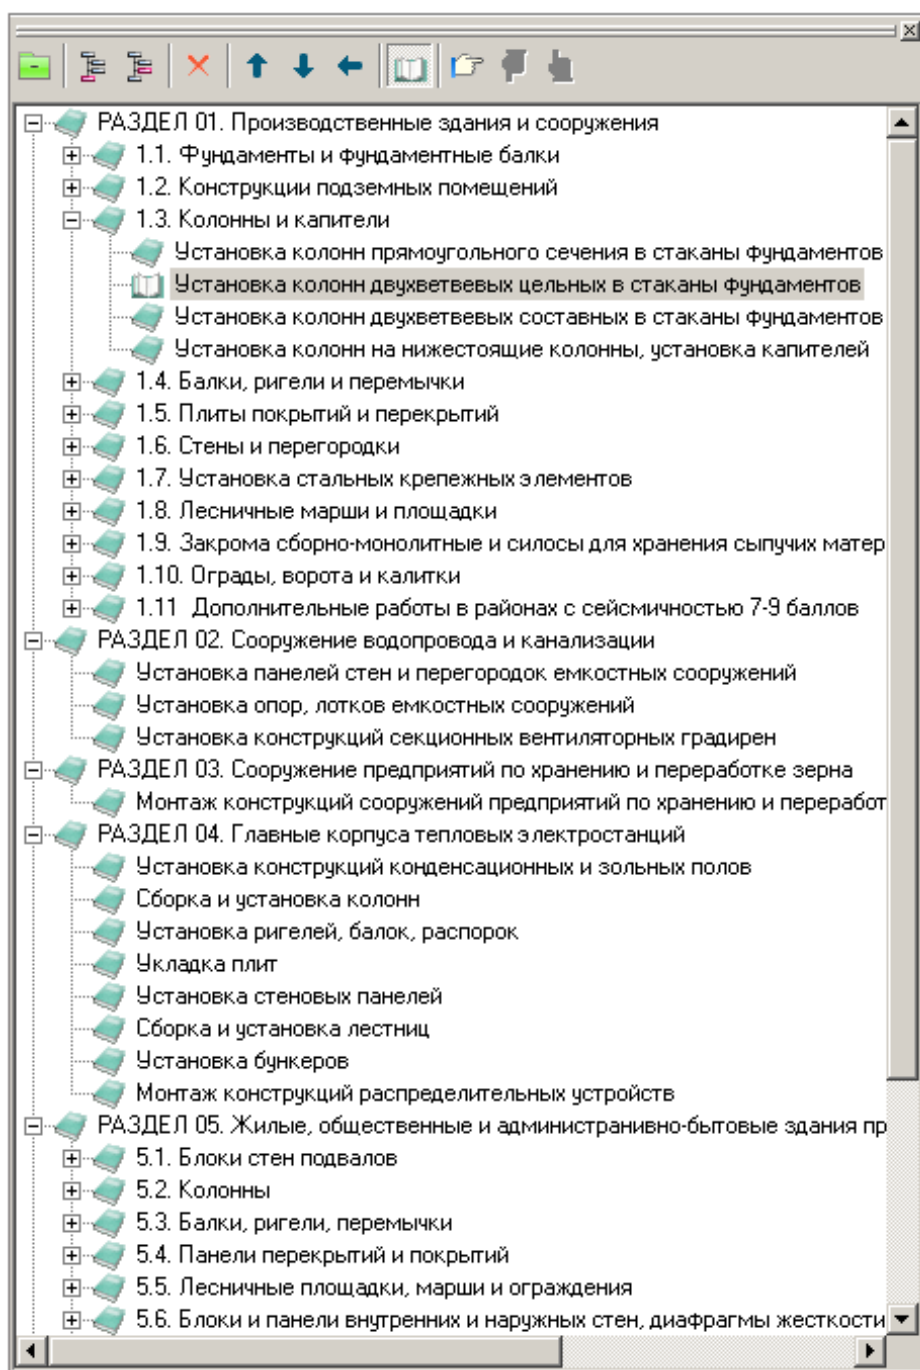

Рис. 2. Оглавление сборника
**Оглавление.** Для удобства поиска нужных расценок каждый сборник снабжен оглавлением, которое используется для быстрого перехода к нужной позиции. Оно расположено на отдельной информационной панели (см. рис. 2). Управление производится кнопкой **Оглавление** панели инструментов **Информация**.